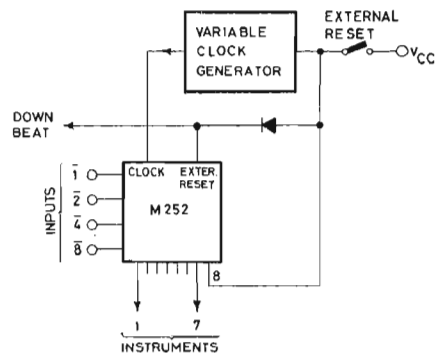

Fig. 29 : Variation du nombre des temps élémentaires (M 252).
Lorsqu'il y a application du reset externe, la capacité de 1 nF permet au système de répartir avec le CI, M 252 (1) ou M 253 (1). La variation des temps élémentaires TE peut se réaliser à l'aide des indications des figures 29 et 30.